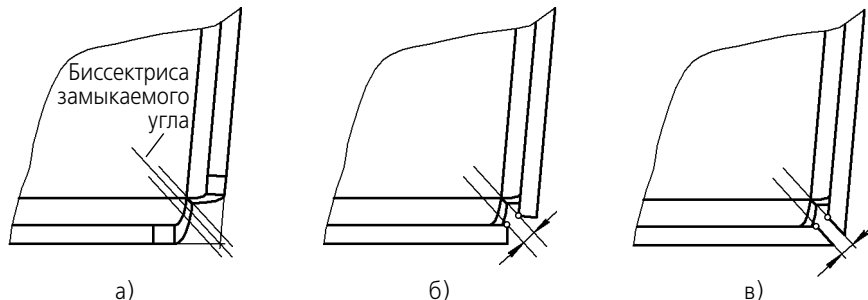

Рис. 94.35. Определение положения сторон угла при замыкании встык и плотном замыкании
1. В плоскости измерения зазора строится биссектриса замыкаемого угла (рис. 94.35, а).
2. С каждой стороны от биссектрисы на расстоянии, равном половине величины зазора, проводятся параллельные линии (рис. 94.35, а).
3. Стороны угла продолжают до соприкосновения с полученными линиями (рис. 94.35, б). При плотном замыкании стороны угла дополнительно модифицируются: их боковые грани становятся параллельны биссектрисе (рис. 94.35, в).